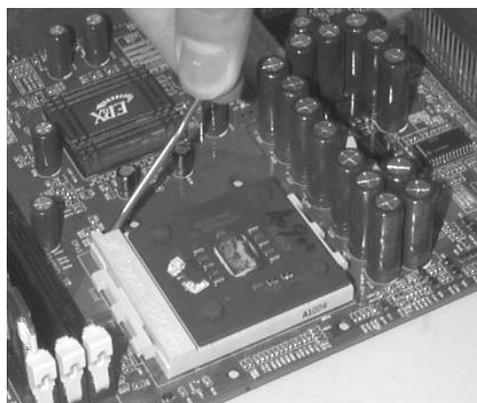

图 2-5 压下 CPU 插座旁边的手柄
- ③ 轻轻按下 CPU，使每个针脚都顺利插入到针孔中，注意插座缺角的位置应与 CPU 上缺针脚的位置在同一方向上。使 CPU 上的每一个针脚都插到相应的插孔中，要注意放到底，但不要过于用力，以免弄坏针脚。确认 CPU 已经插好后，将金属手柄压下并恢复到原位，使 CPU 牢牢固定在主板上，如图 2-5 所示。